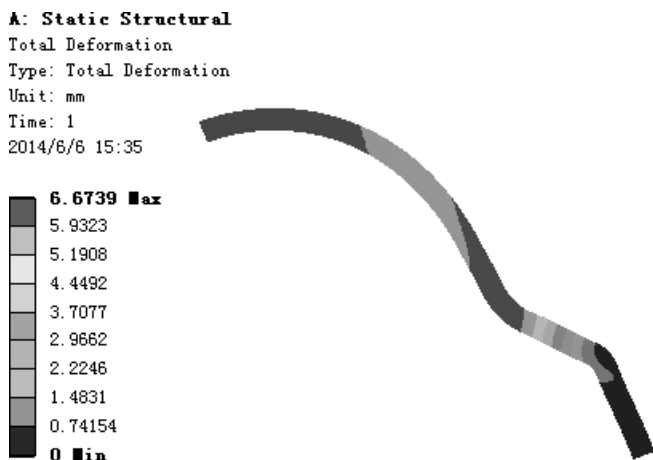

图 7.5.45 位移变形结果图解
(3) 查看位移变形结果图解。在“Outline”窗口中选 **Total Deformation**,查看图 7.5.45 所示的位移变形结果,其最小位移为 0 mm,最大位移为 6.6739 mm。